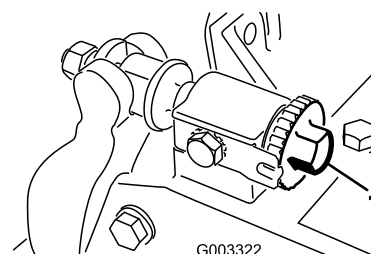

Figura 24
1. Reduzca el contacto entre el molinete y la contracuchilla girando los pomos de ajuste de la contracuchilla (Figura 24) en el sentido contrario a las agujas del reloj hasta que no exista contacto alguno.